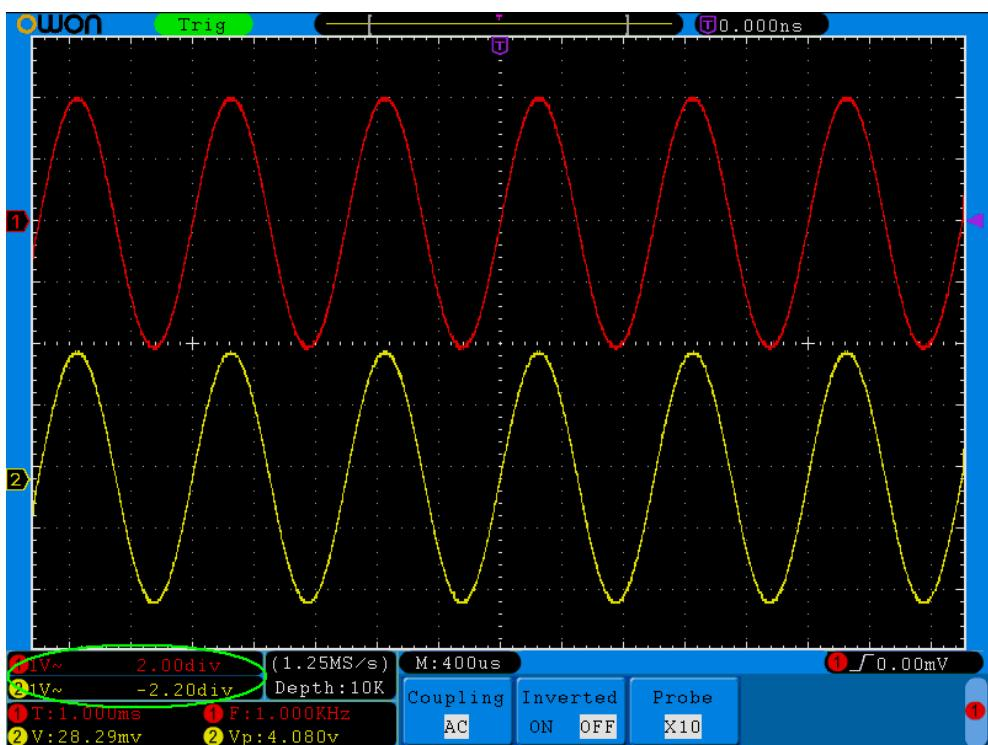

Рисунок 5-13 Информация о вертикальном положении осциллограммы
3. При регулировке информация о вертикальном положении осцилограммы канала отображается в левом нижнем углу экрана (см. рис. 5-13).